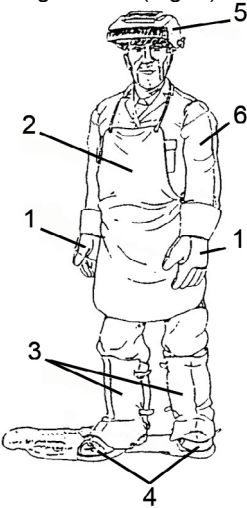

Fig.1
• Les opérateurs et leurs assistants doivent protéger leur corps en endossant des combinaisons de protection fermées et non inflammables, sans poches ou revers. Les éventuelles traces d'huile ou de graisse présentes sur les vêtements doivent être éliminées avant de les endosser. Endosser uniquement les vêtements sur lesquels figure la marque CE et adaptés au soudage à l'arc (Fig. 1):